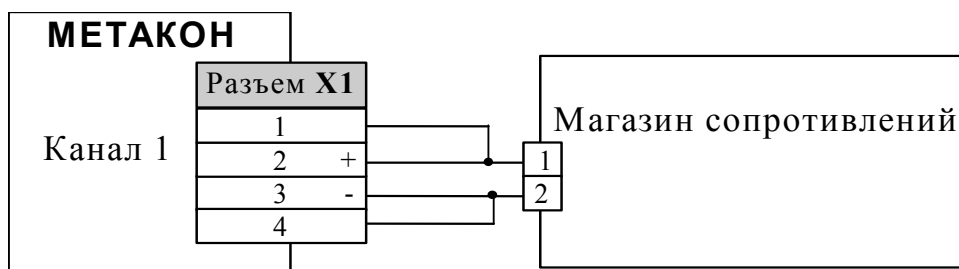

Рис. 8.3.
8.4.1. Собрать схему, приведенную на рис.8.3.